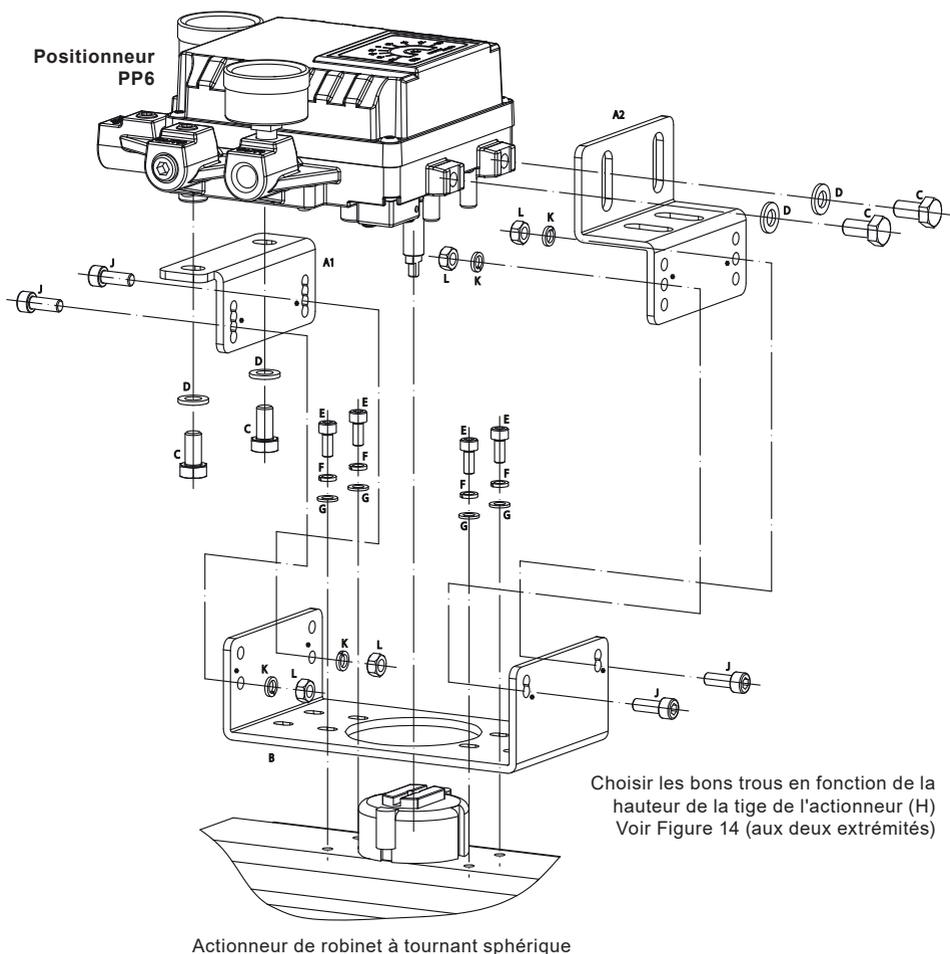

Fig. 13 - Positionneur et kit de montage
1. La hauteur de la tige de l'actionneur Spirax Sarco (BVA300) est de 30 mm, assembler les supports comme illustré à la Fig. 13.
2. Veuillez noter que lors de l'assemblage, il faut régler la position de rotation de la tige de l'actionneur comme indiqué sur la Fig. 13, ce qui est particulièrement important pour les actionneurs à double effet.